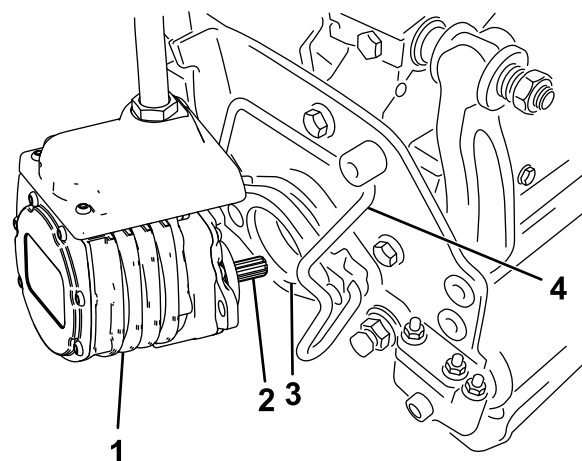

Figura 53
- Cubra el eje acanalado del motor de la unidad de corte con grasa limpia (Figura 53).
- Introduzca el motor en el lado izquierdo de la unidad de corte (visto desde el puesto del operador) y tire de la barra de retención del motor en la unidad de corte hacia el motor hasta que oiga un “clic” en ambos lados del motor (Figura 53).